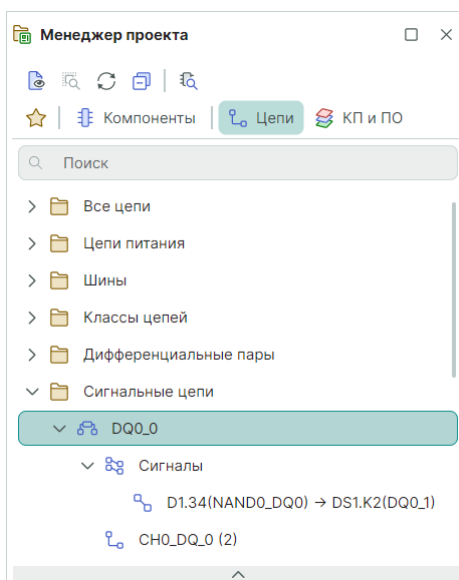

Рис. 165 Отображение сигналов в панели «Менеджер проекта»
8. Созданный сигнал или созданные сигналы будут отображаться в составе сигнальной цепи в панели «Менеджер проекта» → «Цепи» → «Сигнальные цепи» → «Сигналы», см. Рис. 165.